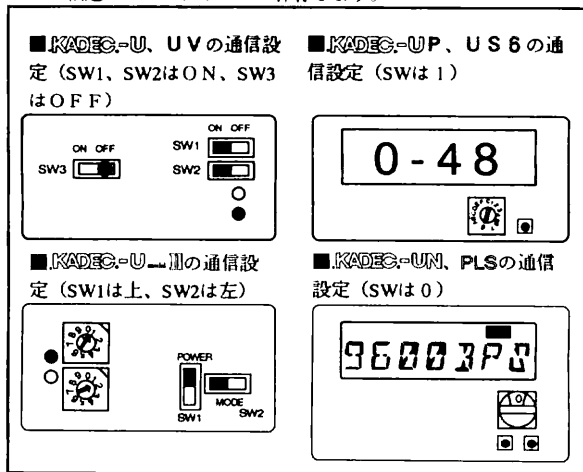

図2-4. 測定前の確認項目例
- .KADEC-UシリーズとHANDY CARD Proを通信状態にします。KADEC-Uシリーズは、速度を一番早い転送速度に設定します。(図2-4に各機器の通信状態を示します。)